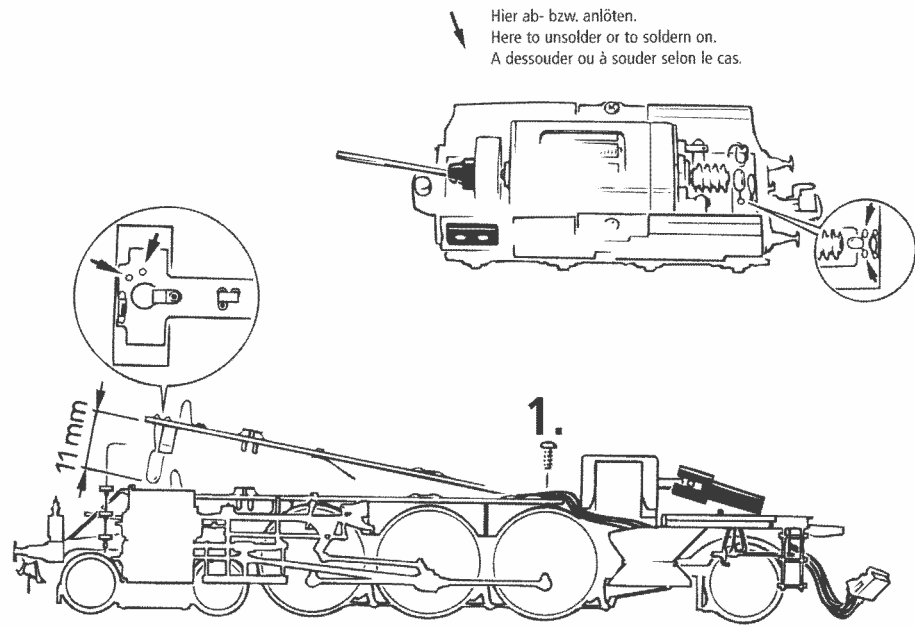
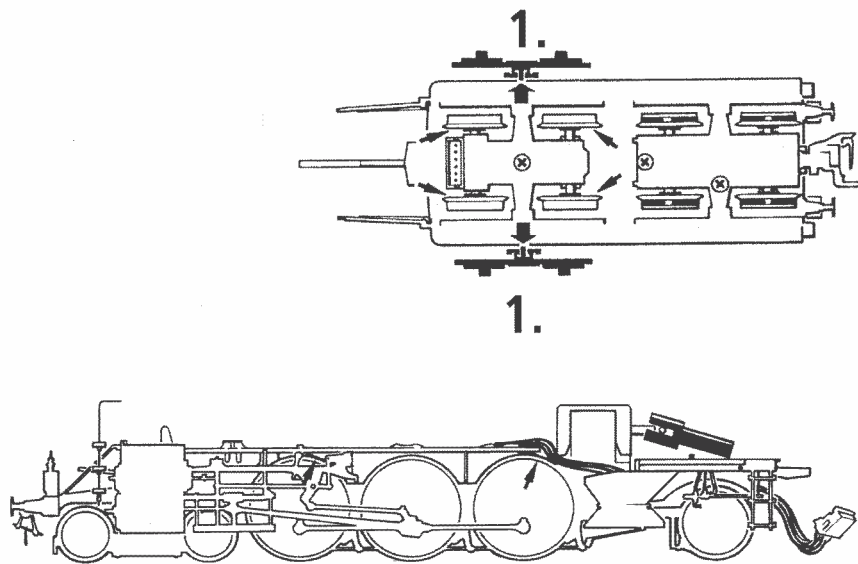

Fig. 9
Fig. 10
1. Reinigung der Radstromkontakte: Radstromkontakte können auf unsauberen Schienen leicht verschmutzen. Entfernen Sie **vorsichtig** mit einem kleinen Pinsel **den Schmutz** an den in Fig. 9 gekennzeichneten Stellen.
5. Haftreifenwechsel: Zuerst die Drehgestell-lende abnehmen. Danach den **Haftreifen** mit einer Nadel oder einem feinen Schraubendreher abziehen. Beim Aufziehen des neuen Haftreifens bitte darauf achten, dass dieser sich **nicht verdreht** (Fig. 10).
1. Cleaning of wheel contacts: Wheel contacts easily get dirty on tracks which are not entirely clean. Use a small brush to **remove dirt** from spots marked in fig. 9.
5. Change of traction tyre: Remove bogie blind. Take out the **wheel set** and remove the **traction tyre** using a pin or a fine screwdriver (fig. 10). When pressing on the new traction tyre please **avoid twisting it**.
1. Nettoyage des lames de contact aux roues: Les lames de contacts risquent de s'encrasser rapidement sur des voies poussiéreuses. Veuillez **enlever la poussière** aux endroits marqués à la fig. 9 à l'aide d'un petit pinceau souple.
5. Échange des bandages d'adhérence: Démontez d'abord les flancs de bogies (fig. 9). Envelez les bandages d'adhérence à l'aide d'une aiguille ou d'un tourne-vis fin. Lors du montage des nouveaux bandages veuillez veiller à ce que les bandages **ne soient pas tor-dues** (fig. 10).